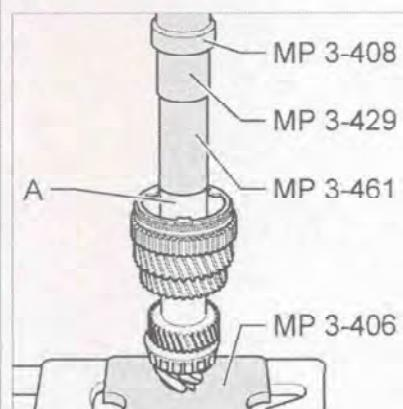

Рис. 7.278. Напрессуйте внутреннюю обойму игольчатого подшипника шестерни 1-й передачи (A) до упора с помощью специального инструмента.
24. Напрессуйте внутреннюю обойму игольчатого подшипника шестерни 1-й передачи (A) до упора с помощью специального инструмента (рис. 7.278).